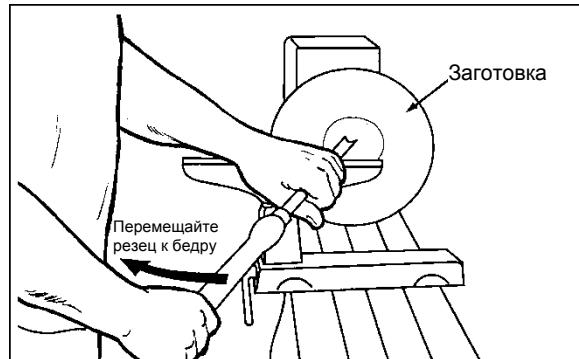

Рисунок 39
5. Поместите 13 мм резец для чаш на подручник в центре заготовки так, чтобы желобок был повернут к верхней точке чаши. Рукоятка должна быть расположена под углом 30° к горизонту, как показано на Рис. 39.
6. Левой рукой контролируйте режущий край резца, в то время как правая рука подтягивает ручку инструмента по направлению к туловищу (Рис. 39). Желобок резца должен двигаться от вершины наружного края чаши, поворачиваясь кверху так, чтобы смещаться вглубь чаши, для получения гладкой изогнутой поверхности. По мере заглубления резца в заготовку постепенно поворачивайте его к краю. Возможно, придется повернуть подручник после углубления заготовки.